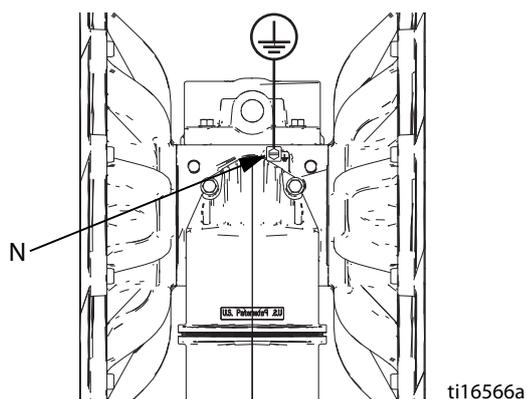

РИС. 3. Винт и провод заземления
- N Винт заземления (только модели из алюминия и нержавеющей стали, см РИС. 3, стр. 10)
Насос. См. РИС. 3. Ослабьте винт заземления (N). Вставьте один конец провода заземления не менее 12 га за винт заземления и надежно затяните винт. Подсоедините конец провода заземления с зажимом к действительному грунтовому заземлению. Провод и зажим заземления, деталь 238909, предоставляются компанией Graco.